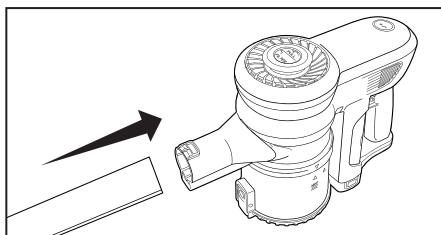

Fig. 1
1. Conecte el extremo macho de la varilla de metal al cuerpo de la aspiradora (Fig. 1).